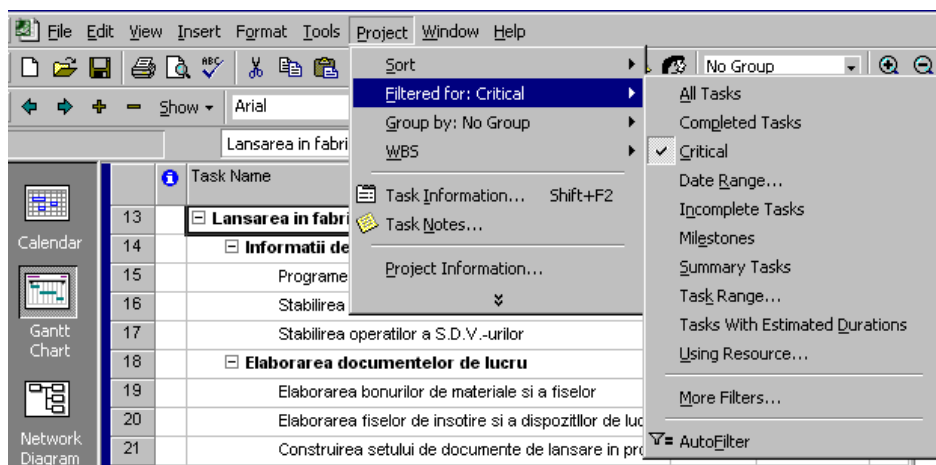

Fig.3.4 Meniul Project, comanda Filtered for:
2. Din meniul **Project** se selectează **Filtered For** și se alege **All Tasks**. (Fig.3.4)